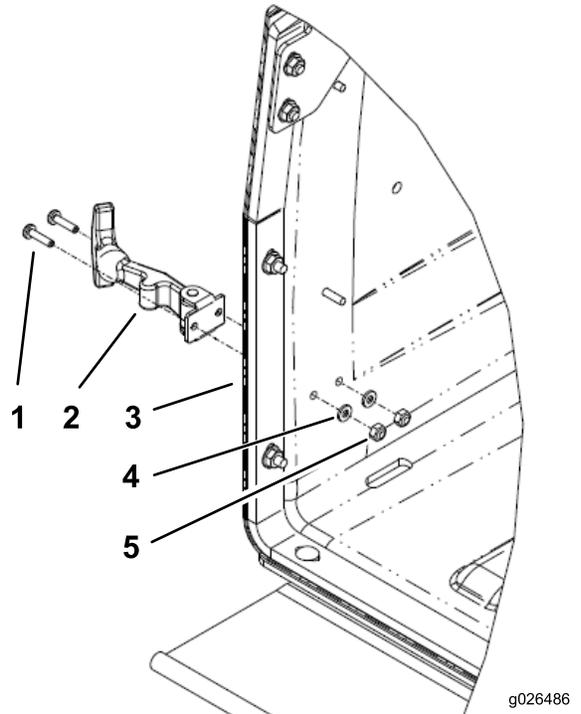

Figura 3
7. Instale cada soporte del cierre y el mango con 2 tornillos, 2 arandelas y 2 contratuercas (Figura 3).